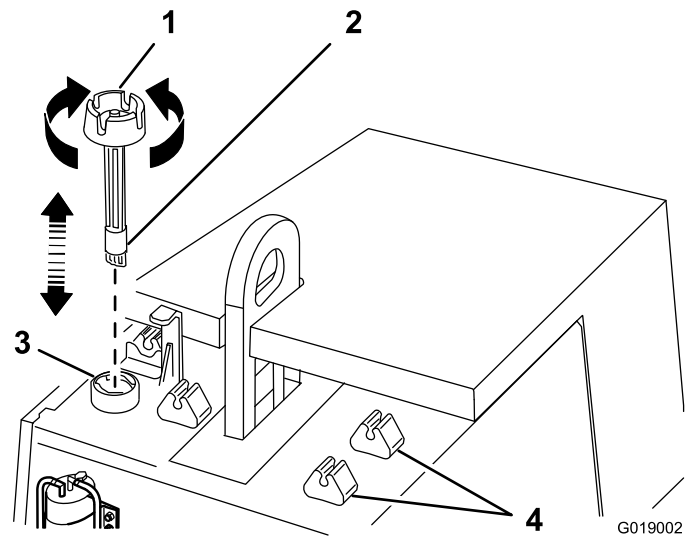

Figure 22
1. Retirez le bouchon du réservoir de carburant en le tournant dans le sens antihoraire et en le soulevant jusqu'à ce que le capteur de quantité soit sorti du goulot de remplissage du réservoir de carburant (Figure 22).
4. Serrez le bouchon du réservoir de carburant dans le sens horaire à la main (Figure 22).